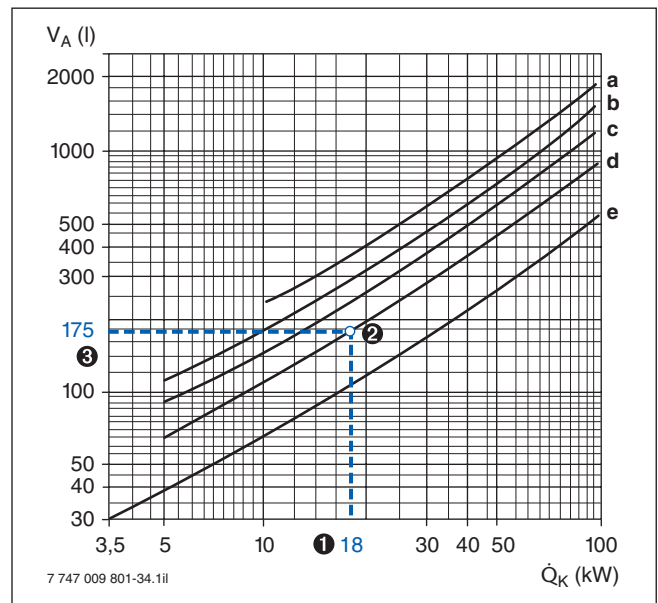

Bild 72 Anhaltswerte für den durchschnittlichen Wasserinhalt von Heizungsanlagen (nach ZVH-Richtlinie 12.02)
In Abhängigkeit von verschiedenen Parametern der Heizungsanlage lässt sich das Anlagenvolumen aus Bild 72 ablesen.
- 3 Gesamtwasserinhalt der Anlage = 175 l (\rightarrow Bild 72, Kurve d)
Das nach Punkt ③ aus dem Bild 72 abgelesene Anlagenvolumen muss kleiner sein als das maximal zulässige Anlagenvolumen ④. Trifft das nicht zu, ist ein größeres Ausdehnungsgefäß zu wählen.
- ① Vorlauftemperatur (\rightarrow Tabelle 34): $\vartheta_V = 50\text{ °C}$
- ② Vordruck des AG (\rightarrow Tabelle 34): $p_0 = 1,00\text{ bar}$
- ③ Anlagenvolumen (\rightarrow Bild 72): $V_A = 175\text{ l}$
- ④ Erforderlich ist ein AG mit 18 l Inhalt (\rightarrow Tabelle 34), weil hierfür das nach Bild 72 ermittelte Anlagenvolumen ③ kleiner als das maximal zulässige Anlagenvolumen ist.